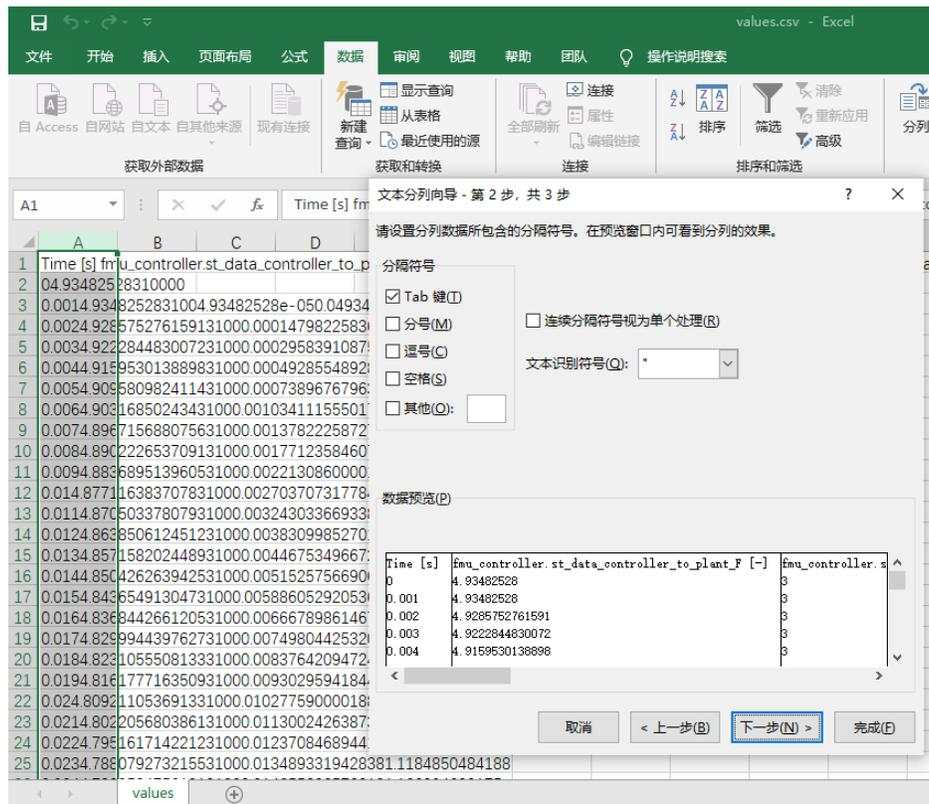

图 3.14: Excel 中查看结果 csv 数据文件
- 识别该 csv 文件的分隔符，用 Excel 等工具格式化查看，如 图 3.14 。